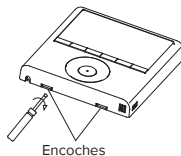

Fig. 3-4
- Retirer la partie supérieure du régulateur filaire (Fig. 3-4)